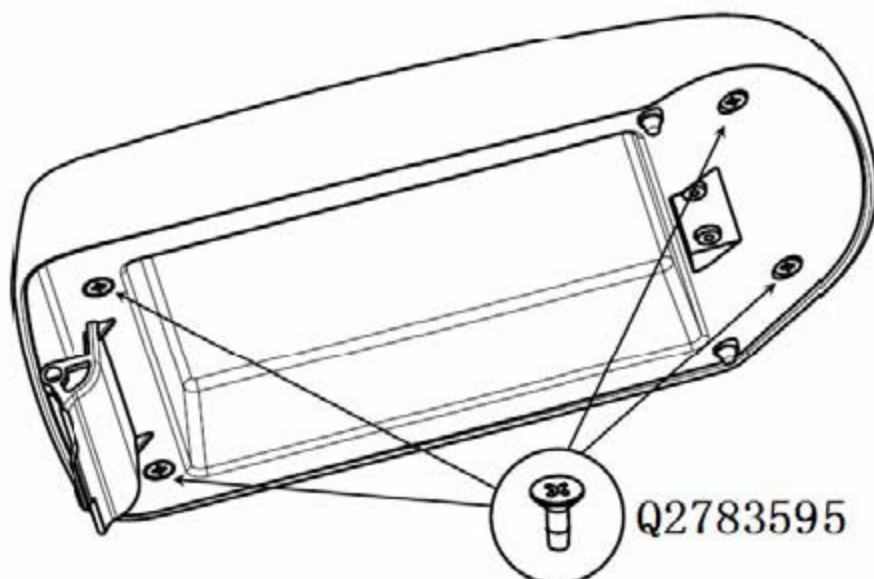

图 6-3-5 副仪表板扶手组件的分拆 1
2). 用十字螺丝刀将固定扶手内、外板的四个螺钉(Q2783595 十字槽沉头自攻螺钉)依次松开；再用一字螺丝刀沿内、外板缝隙小心撬启，使内、外板的配合结构松开，最后将扶手内、外板分开。如图 6-3-5、6-3-6 所示；